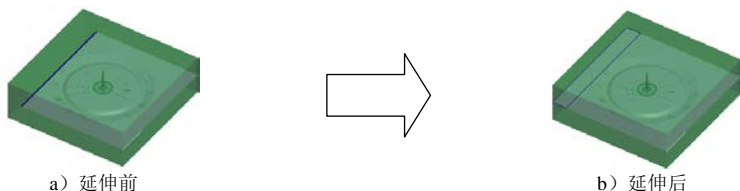

图 23.28 延伸 4
Step7. 创建图 23.28 所示的延伸 4。参考 Step6 完成延伸 4 的创作。